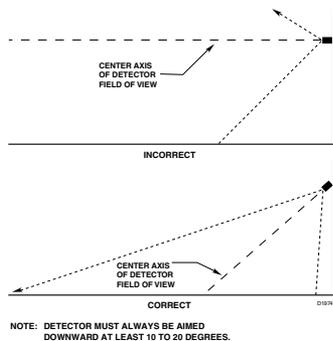

Figura 1—Orientação do Detector em Relação ao Horizonte
- O detector deve estar voltado para baixo pelo menos 10 a 20 graus para permitir que as aberturas das lentes drenem. Veja a figura 1. **O detector deve estar posicionado de forma que o FOV não cubra áreas fora da área de requer monitoramento de detecção de incêndio.** Isso minimizará a possibilidade de falsos alarmes provocados por atividades fora da área que necessita de proteção.
(Ver Figura 1 para Orientação Correta do Detector.)